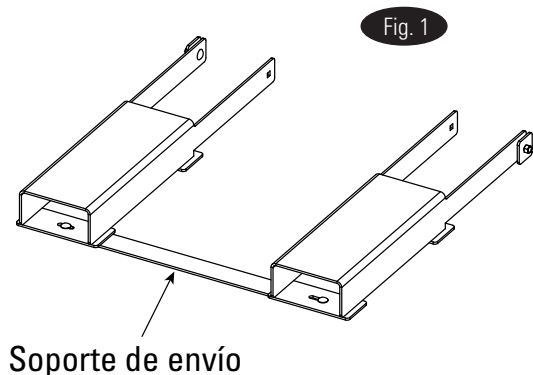
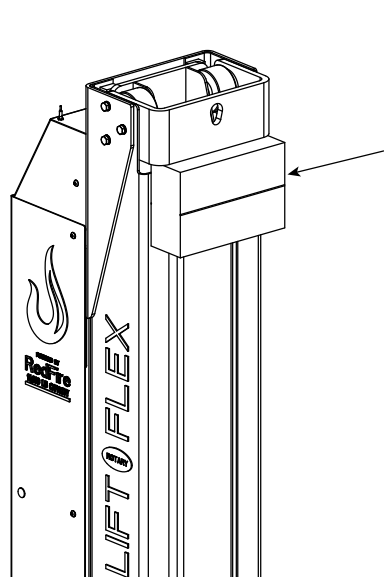

Fig. 1
Fig. 2
1. Desembale el elevador en el área de operación deseada. Retire y deseche el envoltura de protección, así como el soporte de envío sin pintar, Fig. 1. Una columna del conjunto tendrá el control remoto y el cargador en una caja montada en la columna, Fig. 2.